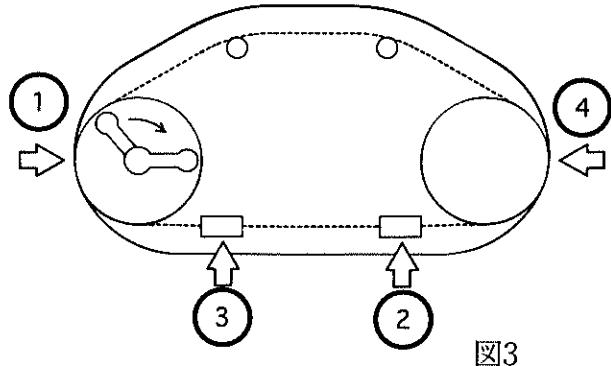

図3
③のこ刃を図3の順序で取り付けます。
④テンションハンドルを右（時計方向）へ回し、のこ刃を張らせます。